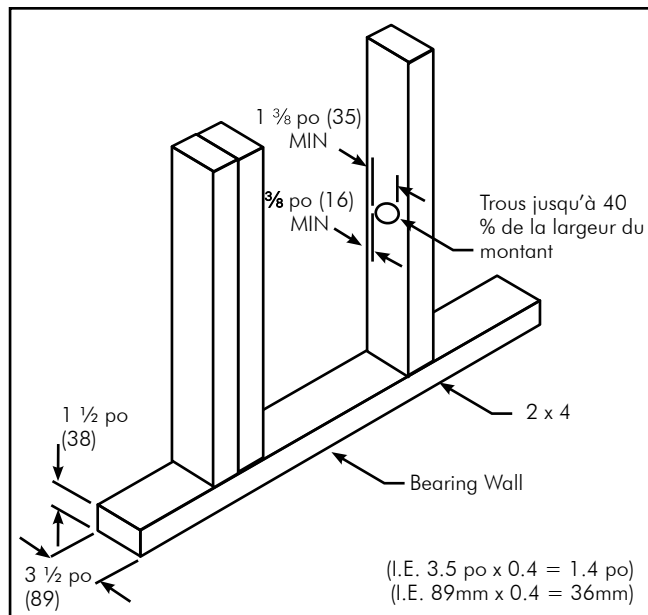

FIG. 4-9 Trous dans les murs porteurs
- Lorsque des trous doivent être percés dans des éléments verticaux porteurs de l'ossature murale, la taille de ces trous ne doit pas être supérieure à 40 % si les éléments sont doublés. **Il n'est pas possible d'installer plus de deux éléments doublement percés successifs (voir la FIG. 4-9 à page 27).**